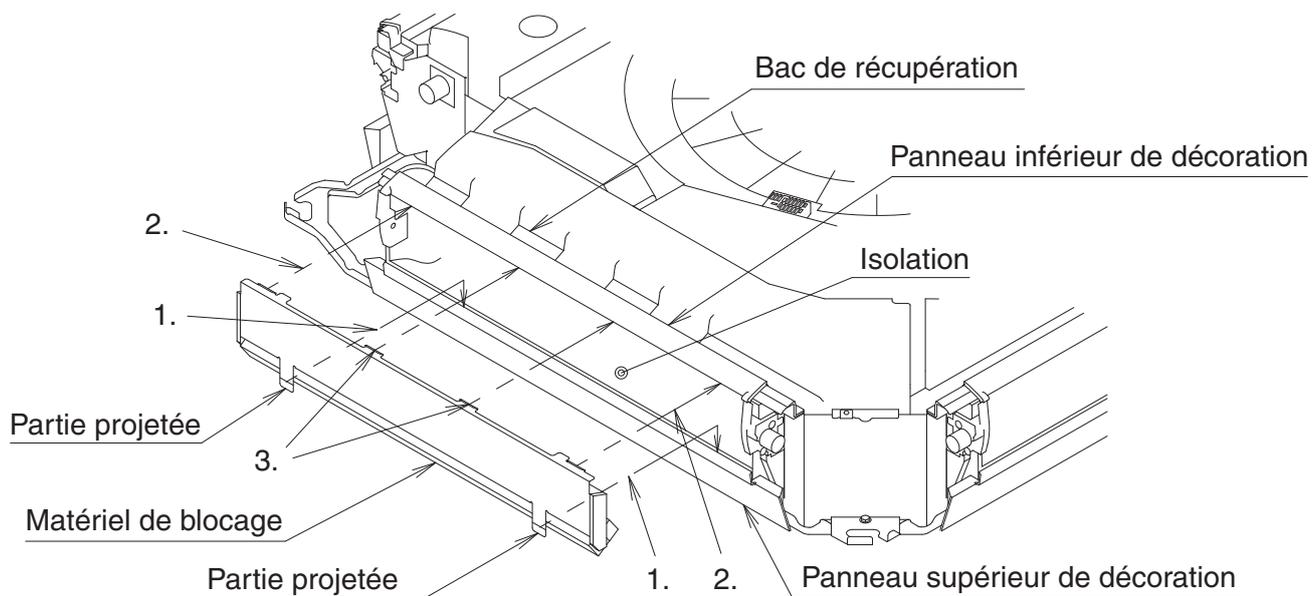

Fig. 12
(2) Fixez le matériel de blocage à la sortie d'air. (Reportez-vous à la Fig. 12 et Fig. 13)